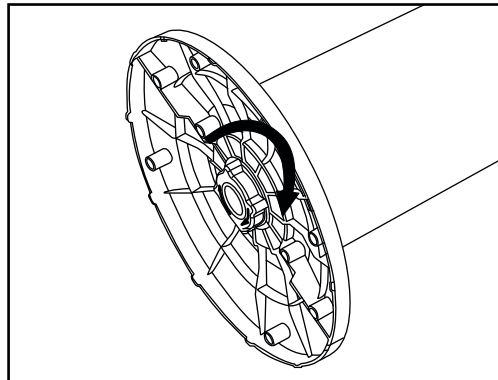

Fig. 5
- Fit the two parts of the base by screwing again the plastic ring nut (F) (Fig. 5).
- Fixez les deux parties de la base en revissant la bague en plastique (F) (Fig. 5).